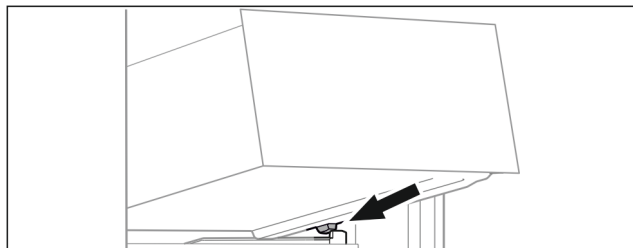

Fig. 139
- Τοποθετήστε το συρτάρι λοξά πίσω από τα στοπ στη ραβδωτή επιφάνεια δοχείων. (βλέπε Fig. 139)